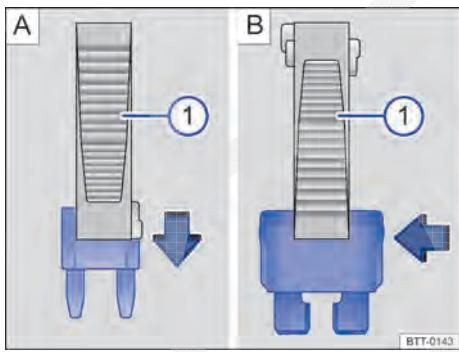

Fig. 196 Remover ou instalar um fusível com a garra da pinça de plástico ①.
- Se necessário, retirar a pinça de plástico → Fig. 196 ① da cobertura da caixa de fusíveis.
- Em caso de *fusíveis pequenos*, encaixar a garra ① por cima → Fig. 196 A.
- Em caso de *fusíveis maiores*, empurrar a garra ① lateralmente sobre o fusível → Fig. 196 B.
- Caso o fusível esteja queimado, substituir o fusível por um novo da *mesma* intensidade de corrente (mesma cor e inscrição) e do *mesmo* tamanho → ①.